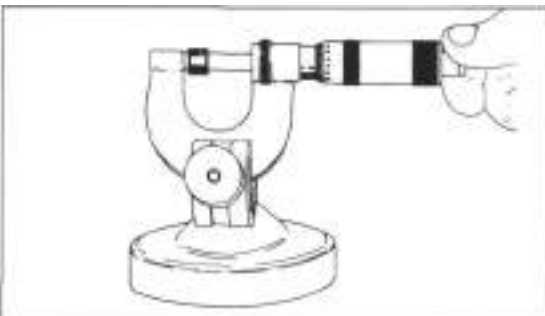

Bild 26
- Käppchendicke mit Mikrometer messen (Bild 26) und gegen entsprechend dickeres oder dünneres tauschen, um Spielmaß in Toleranzbereich einzustellen. Käppchen sind erhältlich in 0,05mm-Abstufung von 2 - 5 mm Dicke.